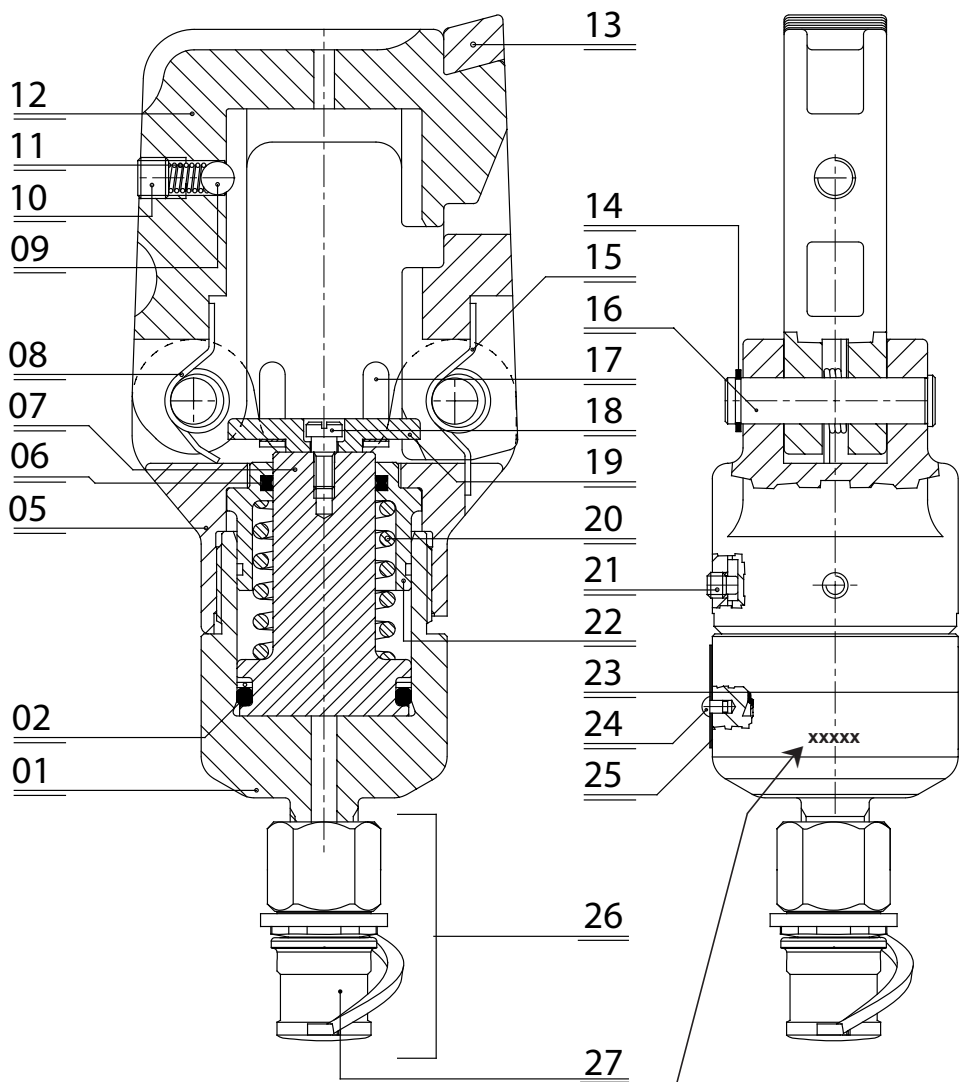

FIG. 3 LONGITUDINAL SECTION
4. LISTA DEI COMPONENTI (Rif. a Fig. 3)